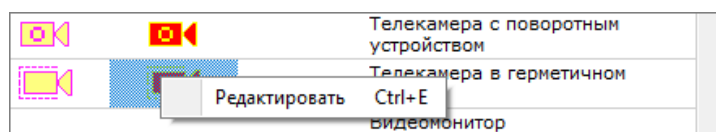

Рисунок 6-526 Контекстное меню выбранной пиктограммы
- либо щелкните по пиктограмме (или по пустой ячейке добавленного пользовательского вида пиктограмм, предназначенной для размещения пиктограммы), которую необходимо изменить, правой клавишей мыши и нажмите команду «Редактировать» в появившемся контекстном меню выбранной пиктограммы (см. Рисунок 6-526);